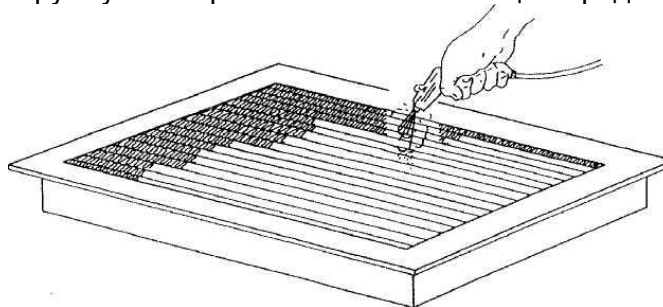

Рисунок 26. Очистка блока охлаждения
- Промыть наружную поверхность слабым моющим средством (рис. 26).